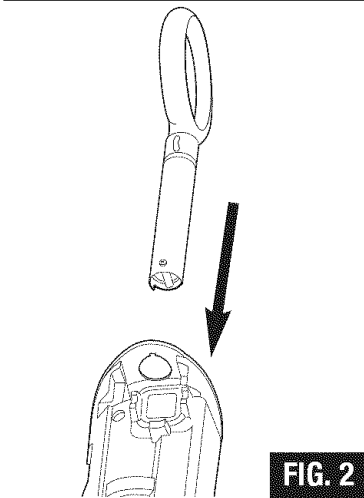

FIG. 2
- Step 1:** Slide the handle into the hole as pictured (FIG. 2).
**Étape 1 :** Glissez la poignée dans le trou de la façon illustrée (FIG. 2).
**Paso 1:** Deslice la manija hacia el orificio como se ilustra (FIG. 2).